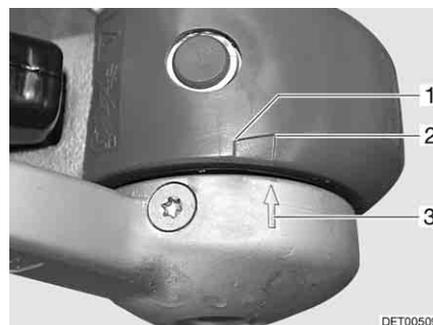

Fig. 192 Guarnizioni di attrito
- Se la freccia sul disco pressione (Fig. 192,3) si trova prima o alla superficie di marcatura (Fig. 192,2), le guarnizioni di attrito sono ancora allo stato nuovo.
- Se la freccia sul disco pressione si trova all'interno della superficie di marcatura (Fig. 192,1 a 2), le guarnizioni di attrito sono leggermente consumate.
- Se la freccia sul disco pressione si trova alla fine della superficie di marcatura (Fig. 192,1) o la supera, le guarnizioni di attrito sono consumate.